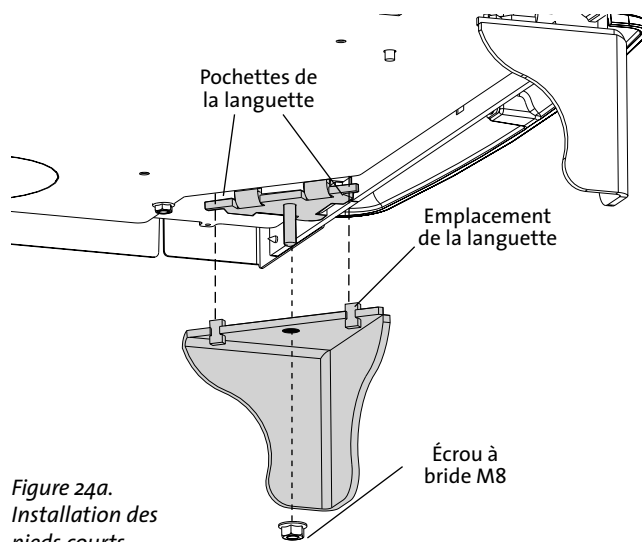

Figure 24a. Installation des pieds courts
2. Placez le pied en acier à l'aide du goujon de montage. Assurez-vous que les deux languettes de repérage sur chaque pied sont bien en place avec les poches d'angle dans le fond du poêle. Serrez les écrous à l'aide de la clé de 13 mm et remettez le poêle en place avec précaution. Voir la figure 24a.